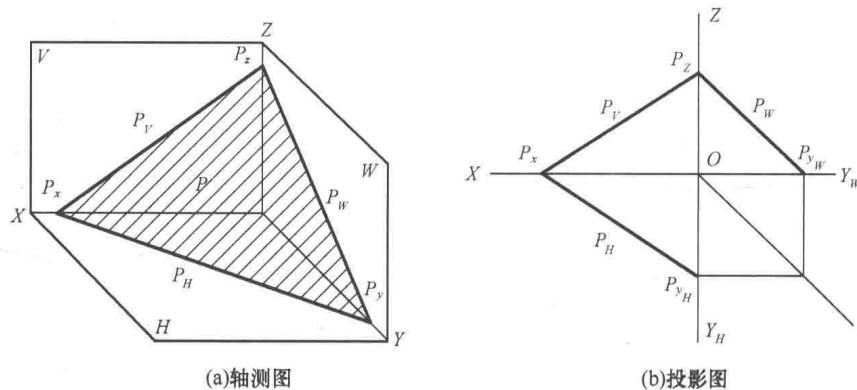

图 1-11 用迹线表示平面
(2) 平面与投影面的交线,称为迹线。用迹线来确定其位置的平面,称为迹线平面,如图 1-11 所示,与 H 面的交线称为水平迹线,用 P_H 表示;与 V 面的交线称为正面迹线,用 P_V 表示;与 W 面的交线称为侧面迹线,用 P_W 表示。